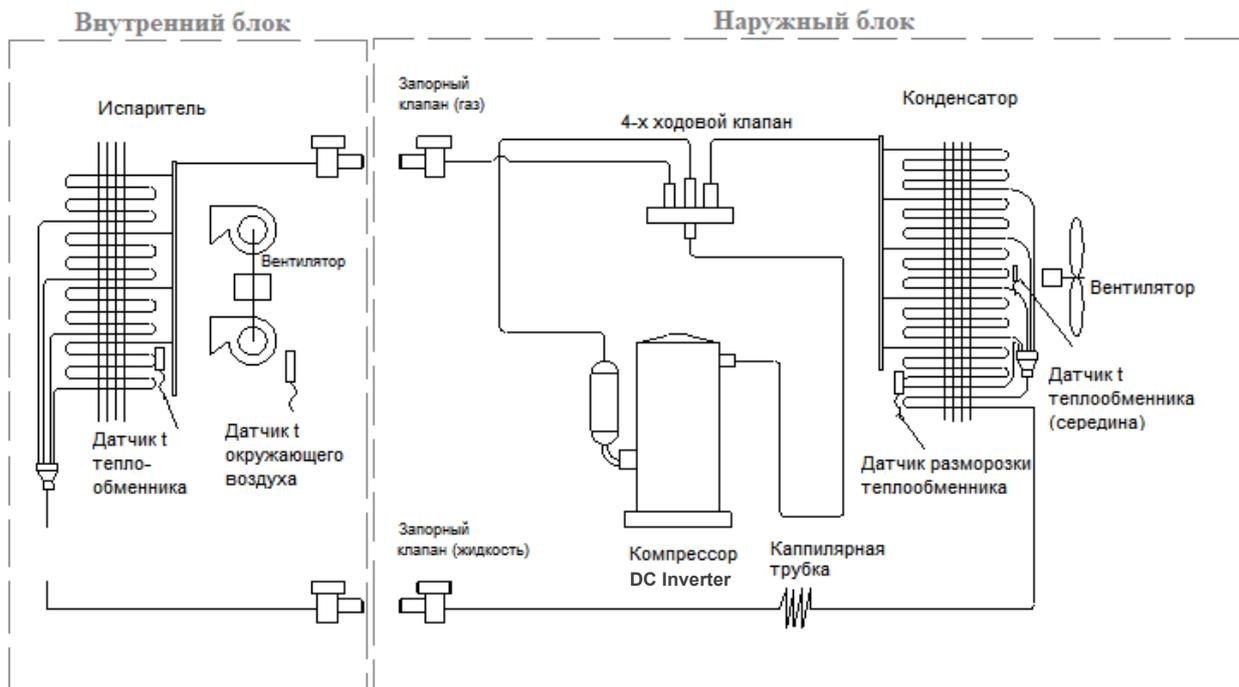

Рис.1.5
- В режиме охлаждения компрессор нагнетает газообразный фреон в теплообменник наружного блока (см.рис.1.5), при высоком давлении и температуре фреон отдает тепло в окружающую среду и конденсируется.